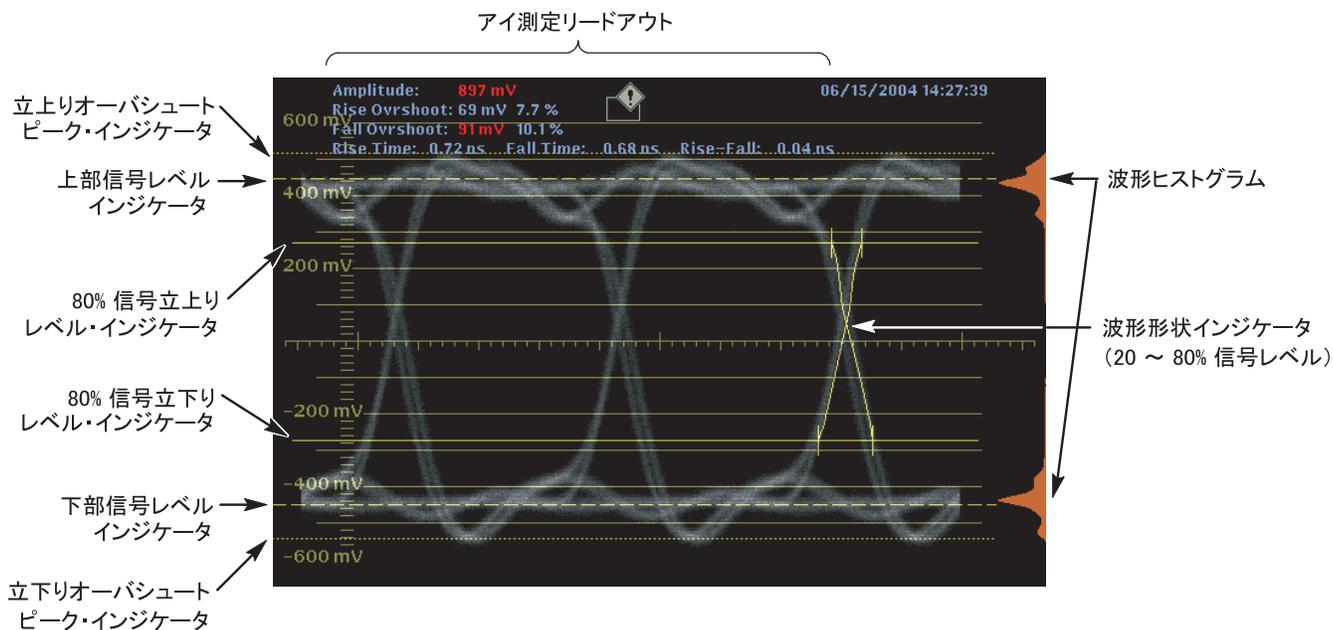

図 3-7 : 自動アイ測定を表示するアイ表示
**自動アイ測定**：アイ表示が選択されると、[Eye Meas.] ソフト・キーを使用して、アイ波形の自動測定を表示するリードアウトをオンまたはオフにすることができます（図 3-7 を参照）。アイ波形が定義したしきい値を超えると、測定リードアウトの色が赤になります。